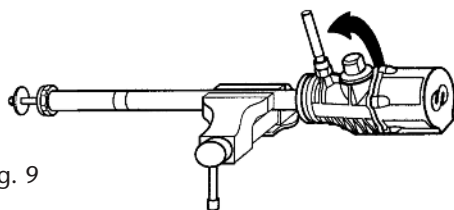

Fig. 9
3. Unscrew the air motor body from the suction tube using a threaded rod (fig. 9), and pull it out until it tops. The union nut gets visible.
3. Desenroscar el cuerpo motor del tubo de aspiración usando una varilla roscada (fig. 9), y extraerlo hasta que haga tope. Quedará a la vista la tuerca de conexión .
3. Séparer le corps du moteur d'air du tube d'aspiration à l'aide d'une tige filetée (voir fig. 9) et desserrer jusqu'à atteindre la butée. Dès lors, l'écrou prolongateur devrait être visible.
3. Mit Hilfe einer Gewindestange (Bild 9) den Motorkörper vom Saugrohr trennen und ganz abschrauben, so daß die Verbindungsmutter sichtbar ist.